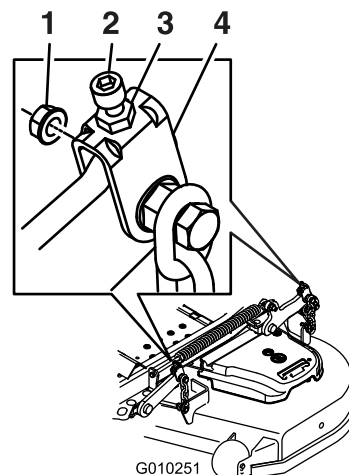

Figure 90
10. Le cas échéant, desserrez l'écrou Whizlock sur le côté de la chape et l'écrou de blocage sur le dessus (Figure 90).
17. Ajustez précisément la vis de réglage en la tournant jusqu'à obtention d'une hauteur de 8,3 mm (3-1/4 po) (Figure 90).